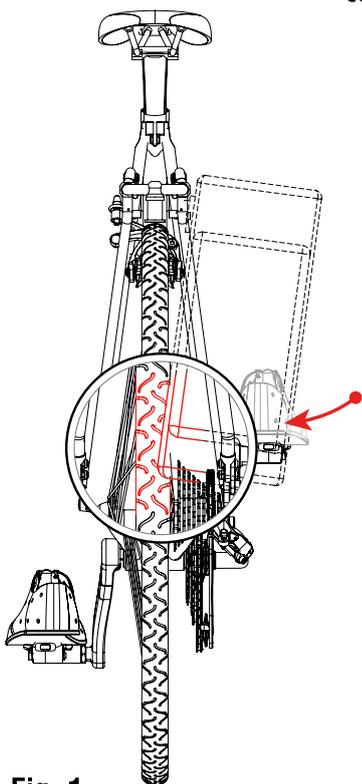

Fig. 1
E. Il portapacchi è progettato per montare borse da bicicletta omologate, e non per caricare oggetti sfusi di alcun tipo; verificare sempre che cinghiette, corde e/o la borsa stessa, non possano in alcun modo interferire con la rotazione della ruota della bicicletta (vedi anche Tav. 7 Fig. 1); leggere sempre attentamente le specifiche e le istruzioni di montaggio delle borse acquistate. Verificare sempre preventivamente la compatibilità delle borse con il portapacchi. Cercare sempre di distribuire il carico in modo eguale tra la borsa di destra e quella di sinistra e comunque sempre in maniera bilanciata; nel caso si utilizzi soltanto una borsa, non caricare quest'ultima per più di 10 kg.
(Fig. 1) Verificare che la parte posteriore delle borse non strusci contro il copertone.